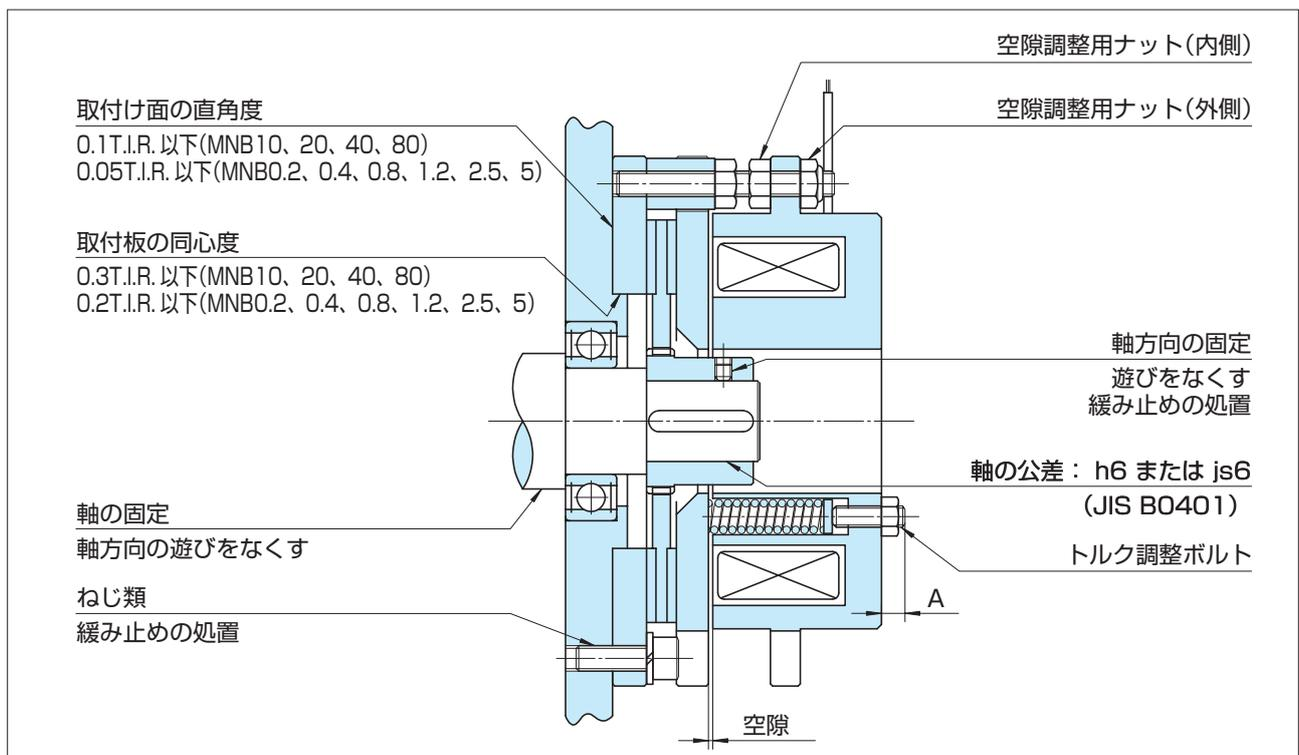

図2
■ 空隙調整 (図2~3参照)
■ トルク調整 (図2~3参照)